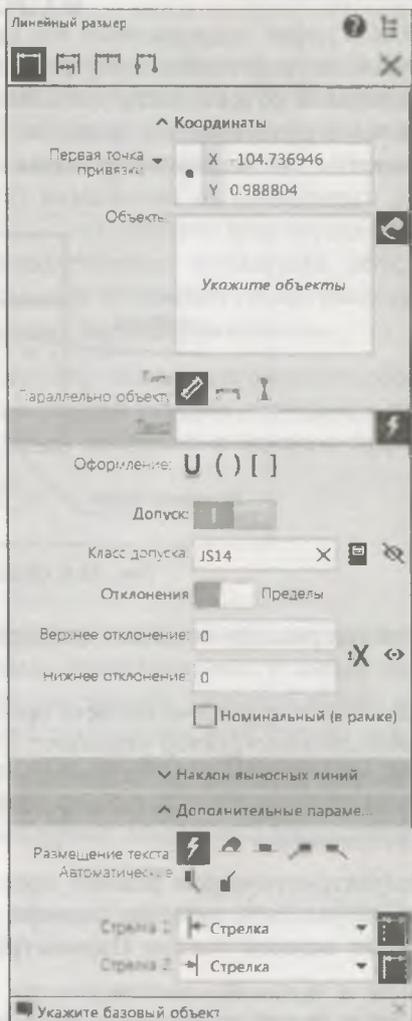

Рис. 12.3. Панель Параметры: Линейный размер
Для простановки линейных размеров на инструментальной панели инструментов **Размеры** имеется окно с группой команд кнопки  — **Линейный размер** (рис. 12.3).
- ♦ щелкните ЛК мыши по кнопке **Линейный размер**  на панели **Параметры: Линейный размер** (рис. 12.3), в заголовке которой имеются все команды группы **Линейный размер** и по умолчанию включена кнопка **Выбор базового объекта**  с правой стороны поля **Объекты**. Курсор мыши преобразовался в "ловушку";
- ♦ щелкните ЛК мыши по кнопке **Линейный размер**. На панели **Параметры: Линейный размер** (рис. 12.3) нажмите кнопку **Выбор базового объекта** для отключения автоматического режима. Далее настройте следующие параметры: